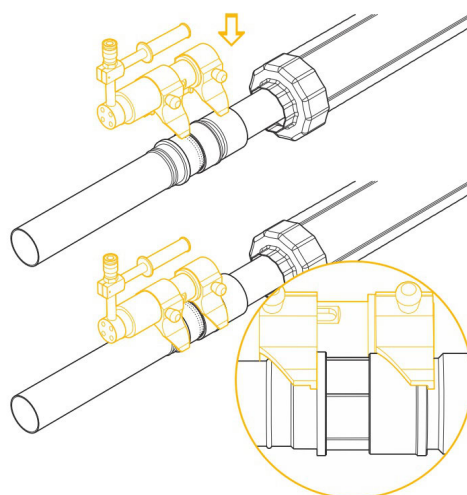

Рис. 5.7.10
8. Установить гидравлический инструмент таким образом, чтобы подвижная и опорная губки тисков вошли в сцепление с буртами на гильзе подвижной и втулке пресс-фитинга (рис. 5.7.10).